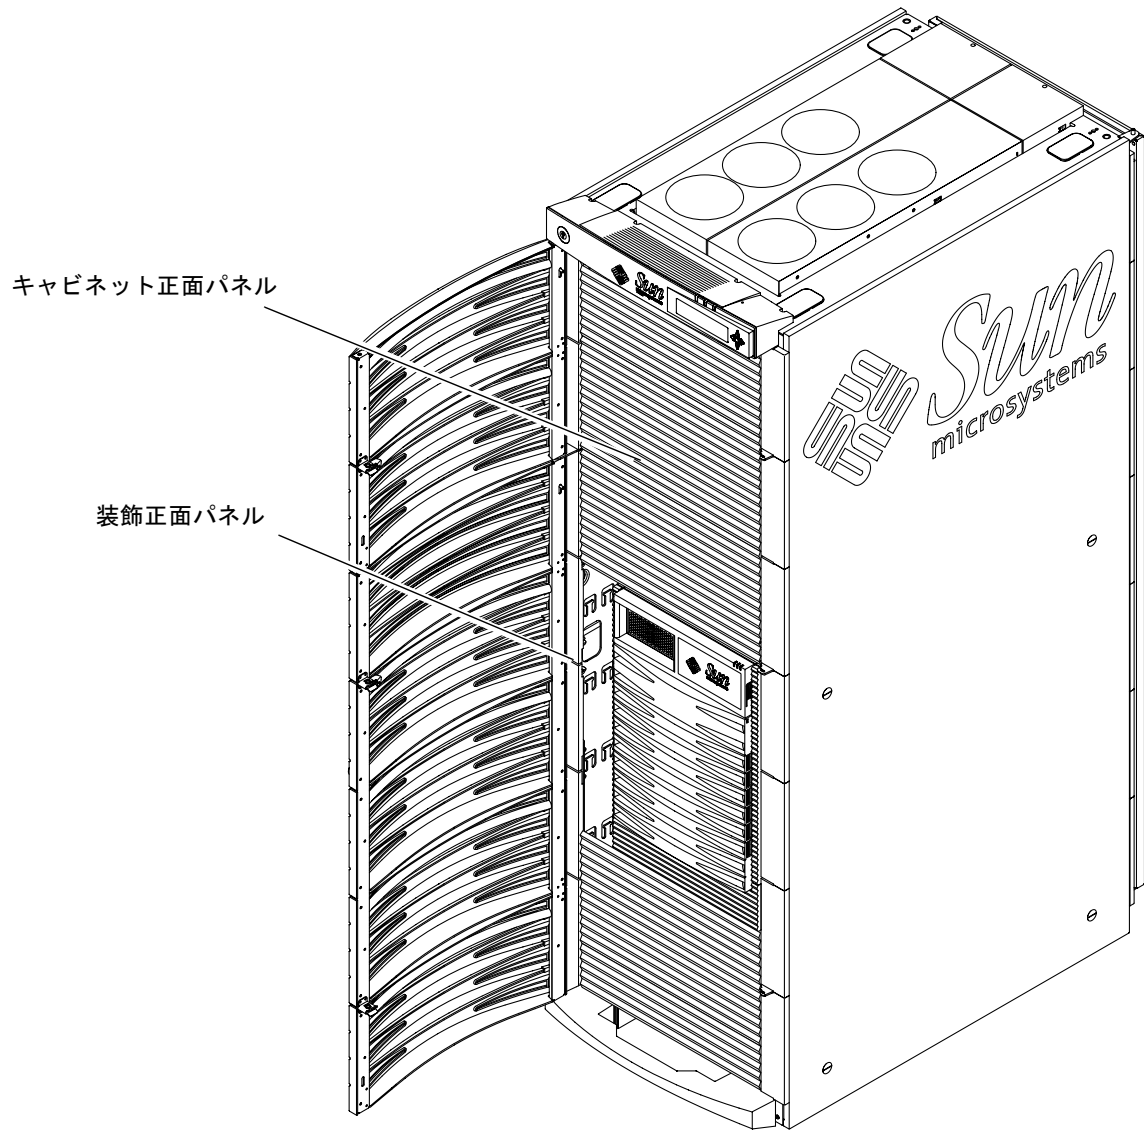

図 2-6 キャビネット正面パネルの位置
2. 残りのパネルを、各パネル正面の左右からねじを締めて固定します (図 2-6)。